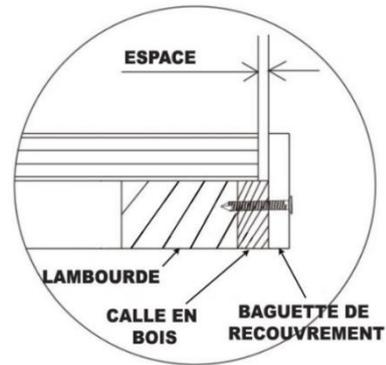

Figure 12
2. La baguette de recouvrement doit être installée à travers la cale en bois, voir Figure 12.